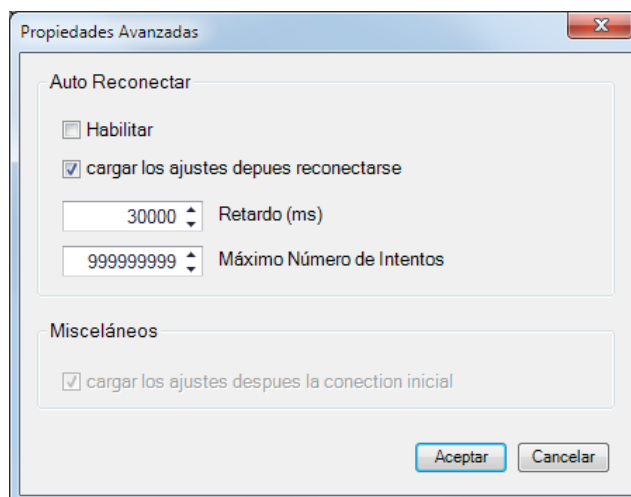

Figura 20-5. Propiedades avanzadas, Reconexión automática
8. El botón Avanzado muestra la ventana siguiente. Contiene opciones para habilitar la Reconexión automática, descargar ajustes luego de la reconexión, el retardo entre reintentos (en milisegundos) y la cantidad máxima de intentos. Consulte la Figura 20-5.